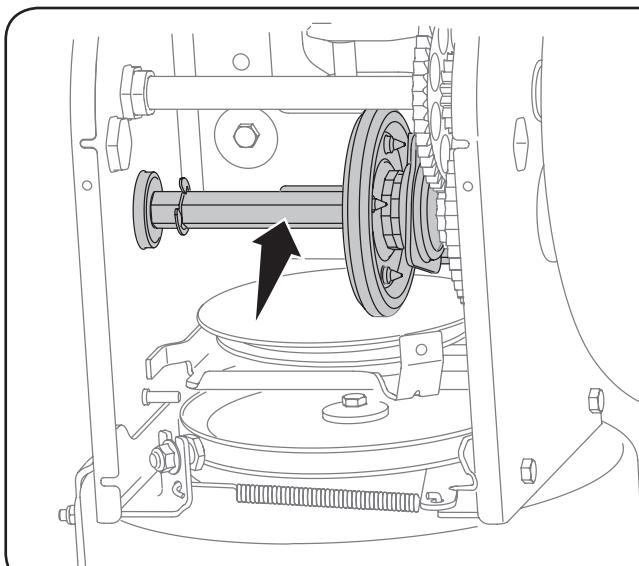

Figura 15
- Aplique al eje hexagonal una capa ligera de una grasa multiusos apta para condiciones climáticas múltiples. Vea la figura 15.